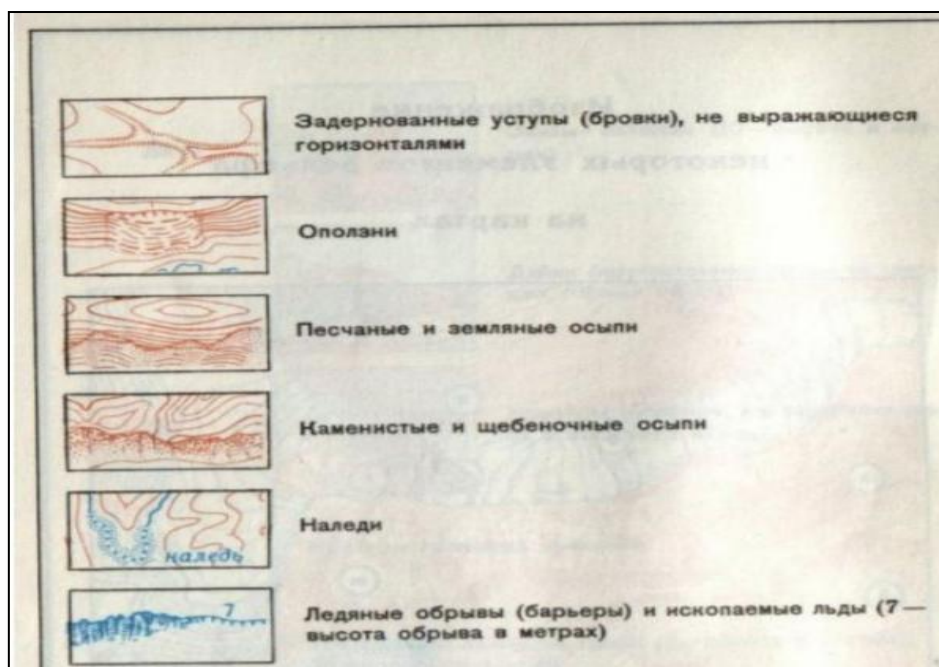

Рисунок 7 - Задание для выполнения практической работы
1. Вычертить элементы рельефа рис.7